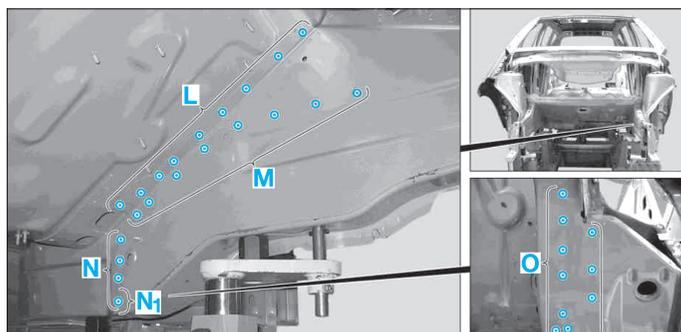

FIG. 11
- Percer un trou (Ø 7 mm) dans la zone (J) (Un trou doit être percé pour pouvoir effectuer la coupe).
- Fraiser les points de soudure dans les zones (L), (M), (N), (N₁), (O) (Fig.11).